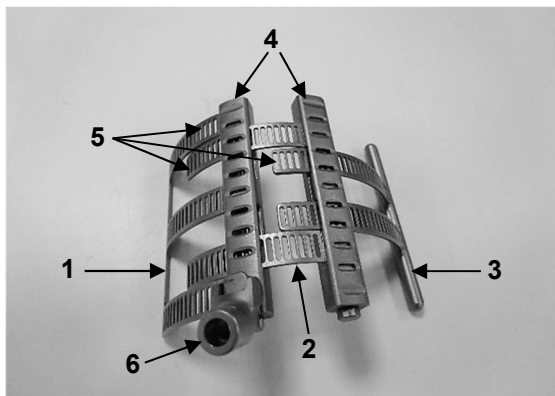

Abb. 1a: MMZ-7
Das größenverstellbare Vorhofblatt MMZ-7 (Abb. 1a) besteht aus drei Elementen unterschiedlicher Größe: Basiselement (1), primäres Element (2) und sekundäres Element (3) (Abb. 1b). Ein Element setzt sich aus Kastenmodul (4) und Fächerblätter (5) zusammen (Abb. 1a).